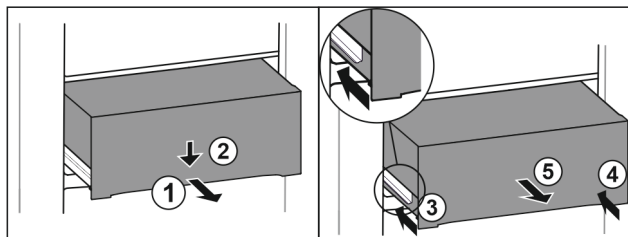

Fig. 118
- ▶ Schubfach halb herausziehen. Fig. 118 (1)
- ▶ Schubfach an der Vorderseite nach unten drücken. Fig. 118 (2)
- ▶ Linke Schiene etwa 2 cm (13/16 in) einschieben. Fig. 118 (3)
- ▶ Rechte Schiene etwa 2 cm (13/16 in) einschieben. Fig. 118 (4)
- ▶ Schubfach nach vorne entnehmen. Fig. 118 (5)